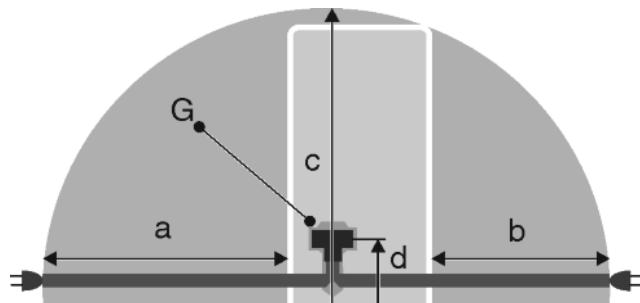

Fig. 47
- Розетка находится вне зоны задней стенки в данной зоне. Fig. 47 (a, b, c)
- Штекер устройства Fig. 47 (G) подсоединить с задней стороны устройства. Следить за правильной фиксацией.